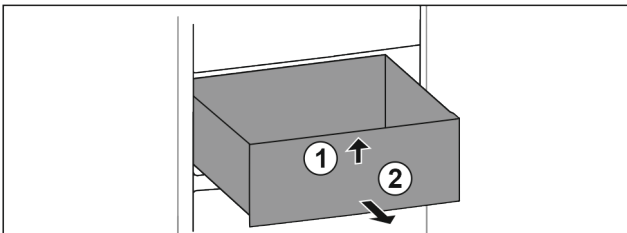

Fig. 61
- ▶ Приподнимите выдвижной ящик спереди. Fig. 61 (1)
- ▶ Извлеките выдвижной ящик движением вперед. Fig. 61 (2)